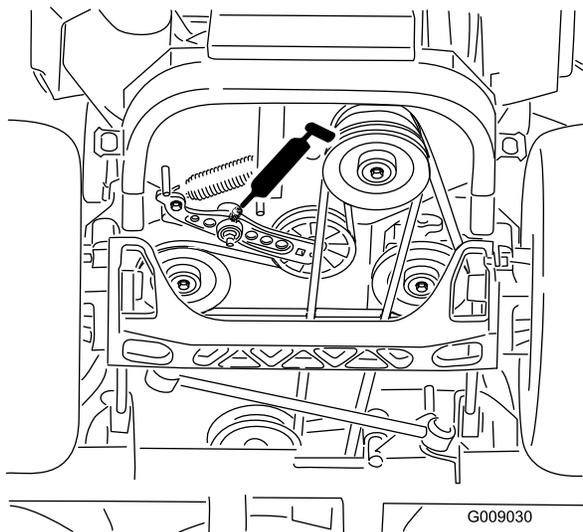

Figure 38
- Graissez le bras de tension de la courroie d'entraînement (Figure 38).